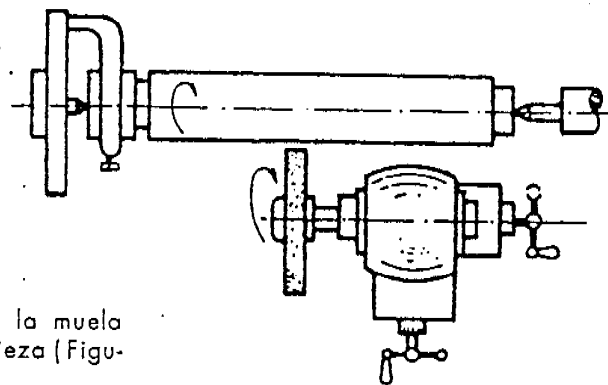

Figura 9
2. Normalmente el eje de la muela debe estar paralelo a la pieza ( Figura 9 ).